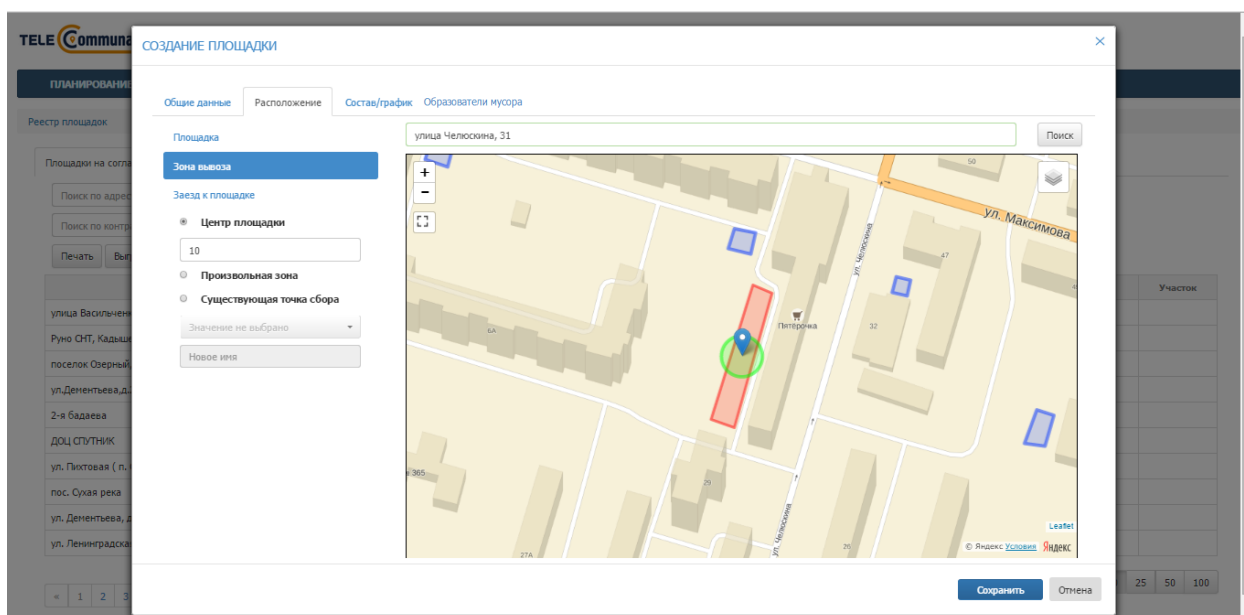

Рисунок 57. Зона вывоза совпадает с центром площадки
- 2) **Зона вывоза:** по умолчанию зона вывоза совпадает с центром площадки и радиус зоны вывоза составляет 10 м, радиус зоны вывоза можно менять в случае необходимости (Рисунок 57).